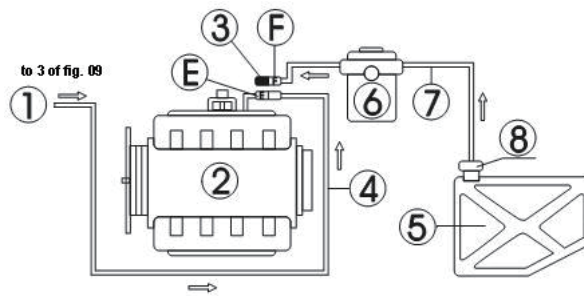

Fig.10
Le raccordement du tuyau du moteur sans tuyau de retour est illustré dans la Figure 10.
- Débranchez les tuyaux d'alimentation en carburant (E, F) du système de carburant du moteur (enroulez le connecteur lors du débranchement du connecteur), puis choisissez un connecteur approprié et connectez-le à l'extrémité E. Rebranchez bien le tuyau de sortie de carburant de l'unité et faites pendre le tuyau de retour de carburant. Voir Fig.10.
- Arrêtez l'autre extrémité de l'extrémité déconnectée (F) avec un bouchon approprié (à utiliser lorsque la pompe à carburant a uniquement la fonction de retour de carburant) ou retirez le fusible de la pompe à carburant ou débranchez le câble d'alimentation de la pompe à carburant.